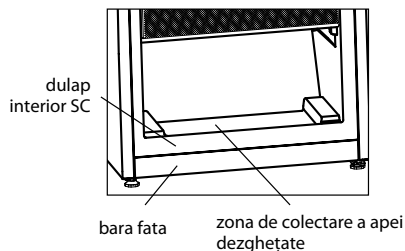

Figura 10
3.4.1 La dezghețarea SC, apa topită trebuie îndepărtată din zona de colectare în conformitate cu figura 10 cu un material care absorbă bine umiditatea, pe măsură ce stratul de brumă se dezgheață, apoi se spală compartimentul și se usucă.